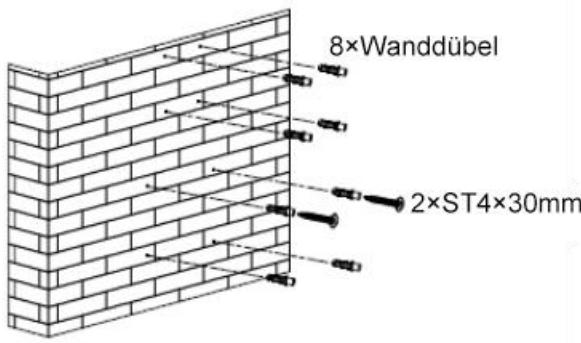

Bild 2
4. Nachdem Sie die Installationshöhe der Dunstabzugshaube bestimmt haben, bohren Sie acht ϕ 8-Löcher und setzen Dübel für die Haube, den Innenkaminhalter und das Sicherheitsloch entsprechend der Haubengröße ein. Bringen Sie dann zwei Befestigungsschrauben ST4×30mm an der Wand an. Achten Sie darauf, dass die Dunstabzugshaube waagerecht ausgerichtet ist und ein Abstand von 2-3 mm zwischen den Schrauben und der Wand zum Aufhängen der Haube eingehalten wird. Siehe Bild 2.